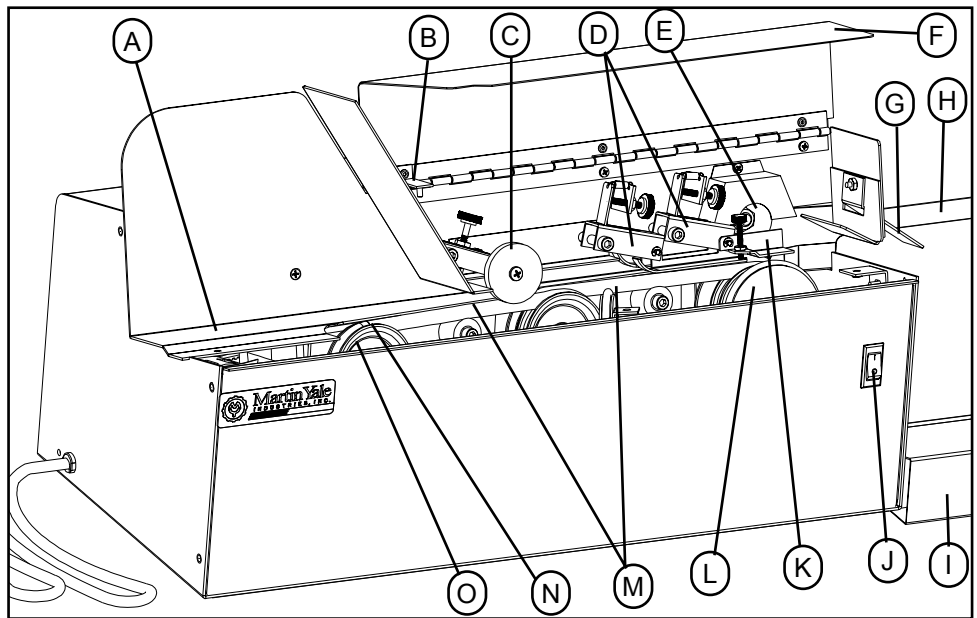

Рисунок 1
- \* Обратите внимание на спиральные конвейерные ленты (M, смотри рис. 1). Их направленное по спирали против часовой стрелки действие отводит конверты по опорной плите для точного продольного разрезания. Обратите внимание на то, что лента слева имеет изгиб под более острым углом. Это обеспечивает «предварительную подачу» конвертов на ленту справа.